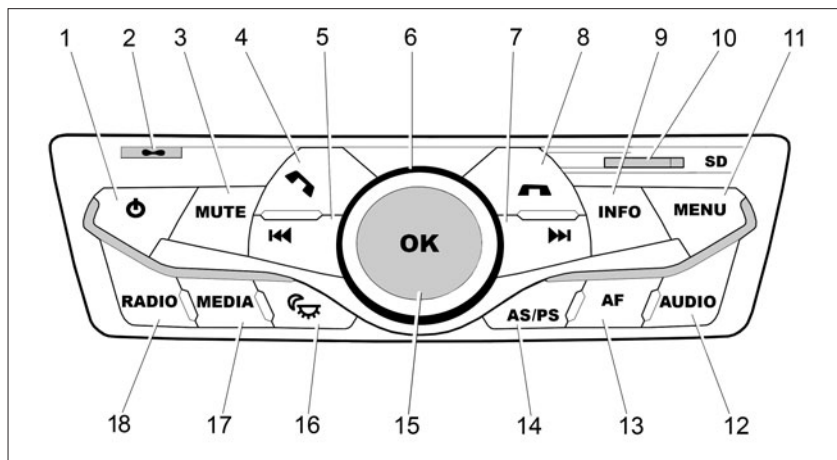
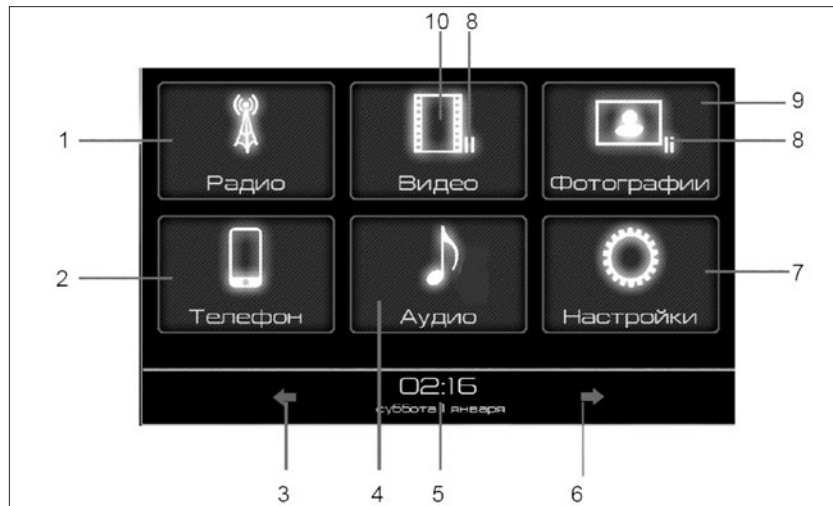

Рис. 52. Панель управления мультимедийной системой
Рис. 53. Окно главного меню
На панели управления мультимедийной системы размещены следующие функциональные кнопки (рис. 52):
1.1 Для включения MMC нажмите на **кнопку 1** (рис. 52). Для выключения нажмите кнопку 1 и удерживайте ее в нажатом положении более 2-х секунд. Для перезагрузки удерживайте
нажатой **кнопку 1** (рис. 52) до появления логотипа ЛАДА на дисплее.
Управление мультимедийной системой (MMC) можно осуществлять при помощи кнопок и на панели управления (рис. 52), и при помощи сенсорных кнопок, находящихся на дисплее (рис. 53, 54).
1.2.1 Регулировка громкости осуществляется вращением **ручки 6 (энкодера)** вправо или влево (рис. 52).
1.3.1 После первого включения системы или перезагрузки на дисплее отображается окно «**Главное меню**» (рис. 53).
- кнопкой «**Радио**» (18) (рис. 52) на панели управления;
- кнопкой «**Радио**» в главном меню (рис. 53) на дисплее;
На панели управления при нажатии на кнопку **AS/PS (14)** (рис. 52) можно осуществить поиск радиостанций в диапазоне и запоминание всех найденных радиостанций, включение и выключение режима **RDS**.
- нажатием кнопки «Аудио» (4) на дисплее (рис. 53);